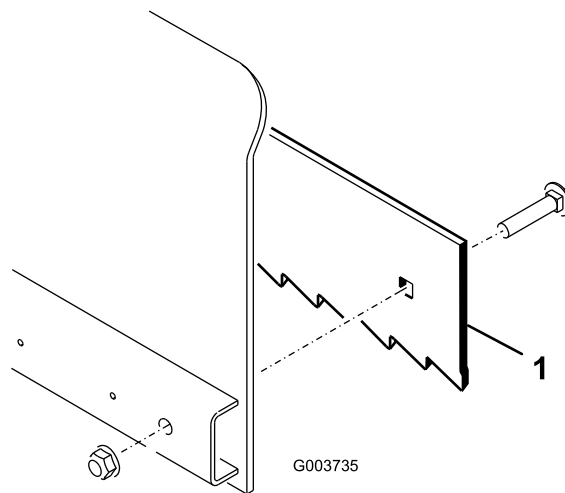

Bild 3
- **Für eine aggressivere Räumung:** Positionieren Sie die Verschleißplatte (Bild 3) mit den Zähnen nach vorne.